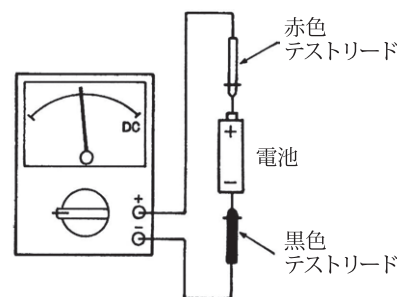

図 5-4
- ① レンジスイッチを適切な DC V レンジに切換えます。
- ② 直流電圧なので、電源の極性に注意して、電源のマイナス側は黒色テストリードを、プラス側へは赤色テストリードを接続（並列接続）します。〔図5-4〕 反対に接続しますと、メーターの指針も逆に左へ振れてしまいます。
- ③ DC目盛上の指示値に、一定の倍率を乗じて読みます。